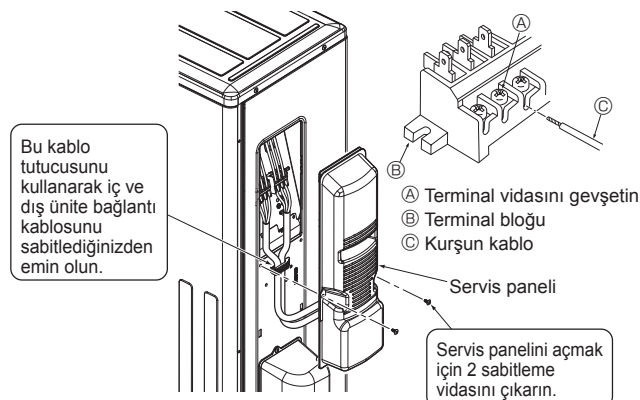

Fig. 6-3
### 6.1. Dış ünite (Fig. 6-1, Fig. 6-2, Fig. 6-3)
① Servis panelini çıkarın.
② Fig. 6-1, Fig. 6-2 ve Fig. 6-3'e bakarak kabloları döşeyin.